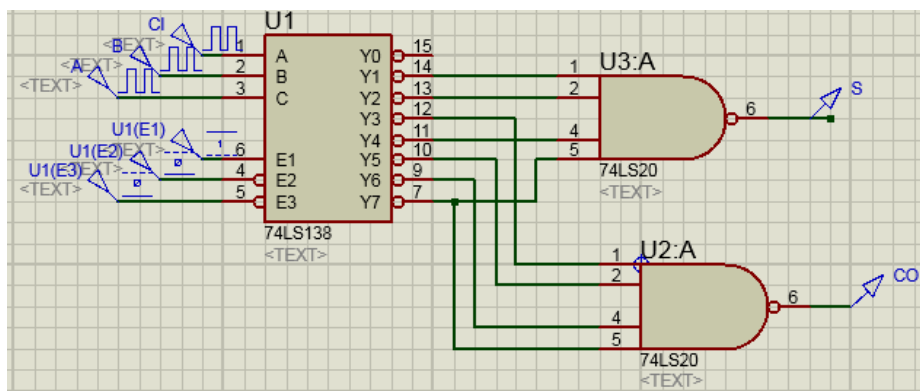

图 9 二进制译码器实现全加器仿真图
(4) 启动 Proteus 软件，选择所需电子元件，具体步骤如实验 1 所示。本实验所需元件为 74LS138(二进制译码器)、74LS20(与非门)，选取电子元件后，摆好各元件的位置，然后用鼠标单击欲连线的元件，调整线路的走线，形成如图 9 所示的全加器电路。